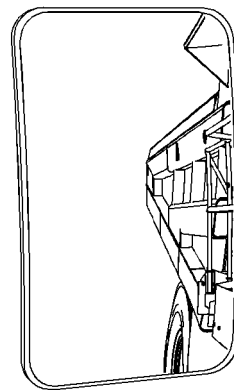

Ilustración 56
- El extremo superior del lado izquierdo de la caja del camión o del tanque de agua que permitirá que el camión para cargar se ubique frente al pasador de pivote del balde cargador que aparece en la ilustración 56.